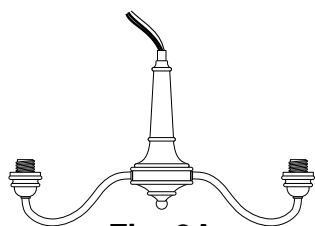
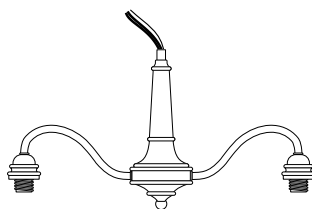

Fig. 2A
Fig. 2B
8. Faire passer les fils de fixation du **corps du luminaire** (D) à travers les **tubes** (B et/ou C) et le **pavillon** (A).
9. Utiliser les **tige filetée** (L) pour visser les **tubes** (B et/ou C) ensemble.
10. Tourner chaque bras de manière à ce que tous les bras soient orientés vers le haut (**Fig. 2a**) ou vers le bas (**Fig. 2b**).